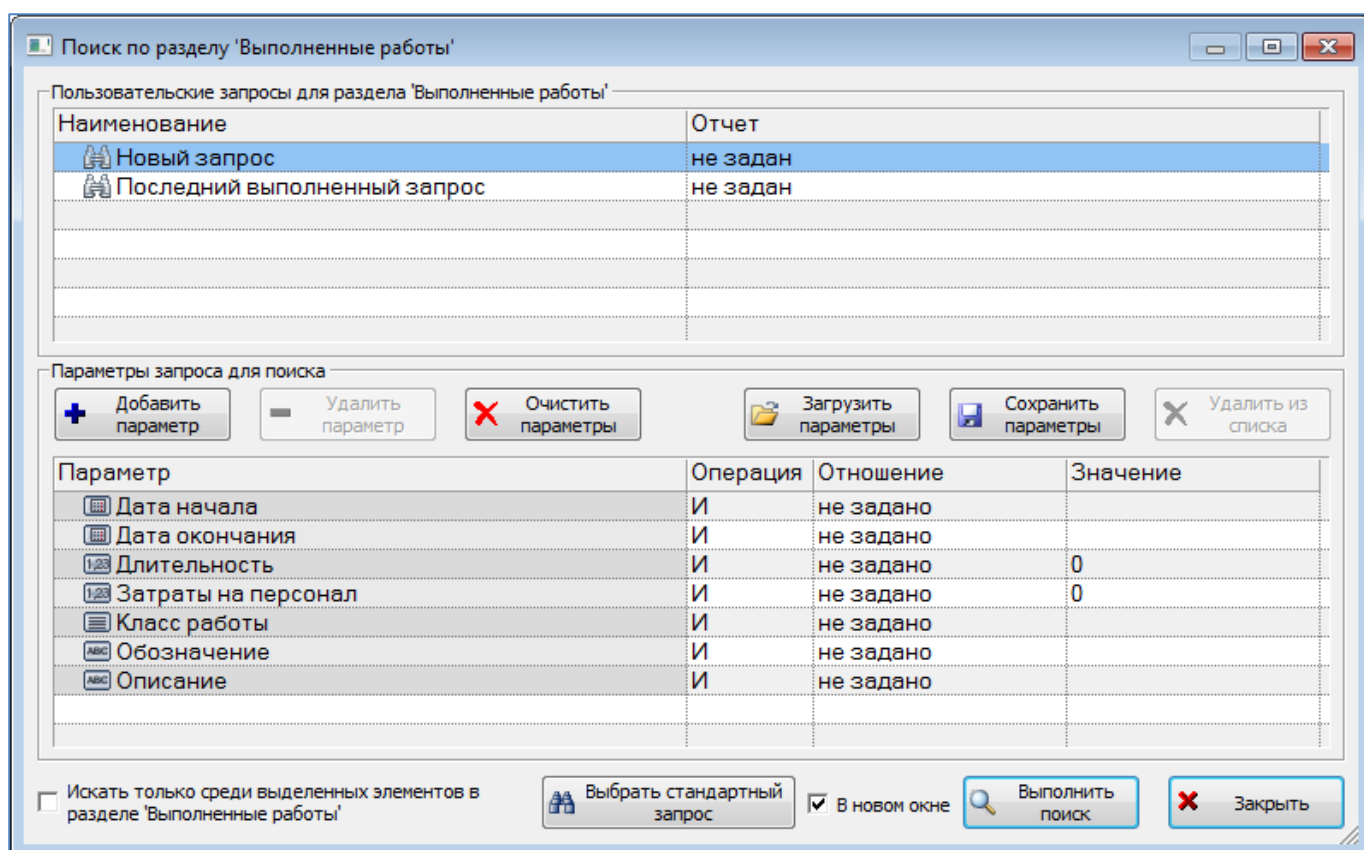

Рис. 13-477 – Окно «Поиск по разделу «Выполненные работы»
- 4) В открывшемся диалоговом окне нажать «Да» для подтверждения действия (рис. 13-477). В этом случае выбранная работа будет удалена из папки рабочего окна «Выполненные работы» и из базы данных. Для отказа от удаления нажать «Нет».